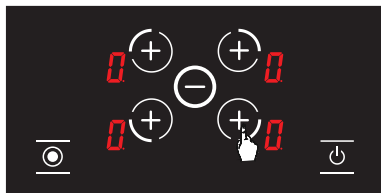

Рисунок 20
2. Нажмите кнопку выбора передней правой конфорки (⊕) еще раз. (см. Рис. 20)